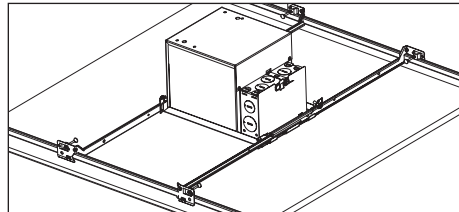

Figura 6
Paso 3. Coloque el accesorio en su posición y encaje el pie de la barra colgante con la muesca integral para Barras-T en las Barras-T (Figura 6). Se proporcionan agujeros adicionales para asegurar con alambre o con tornillos, si se desea (Figura 7).